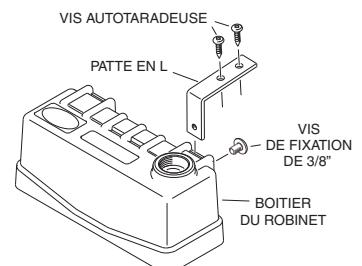

Figure 6
- Insérez les deux pattes en L dans le boîtier du robinet en suivant l'illustration (voir figure 6).
- Fixez chaque patte en L au bord du réservoir avec deux vis autotaraudeuses (2).